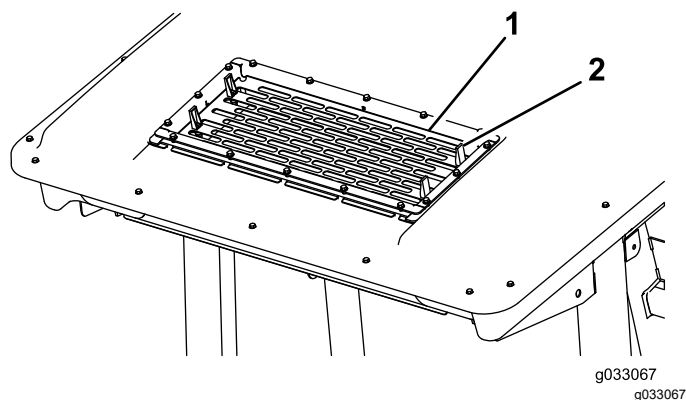

図 94
2. エアコン用スクリーンのタブ4個 図 94を外してスクリーンを取り外す。